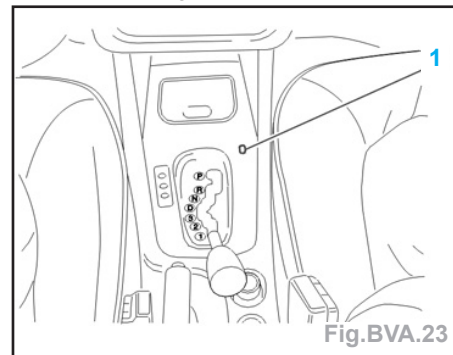

Fig.BVA.23
• déposer l'obturateur (1) (Fig.BVA.23),